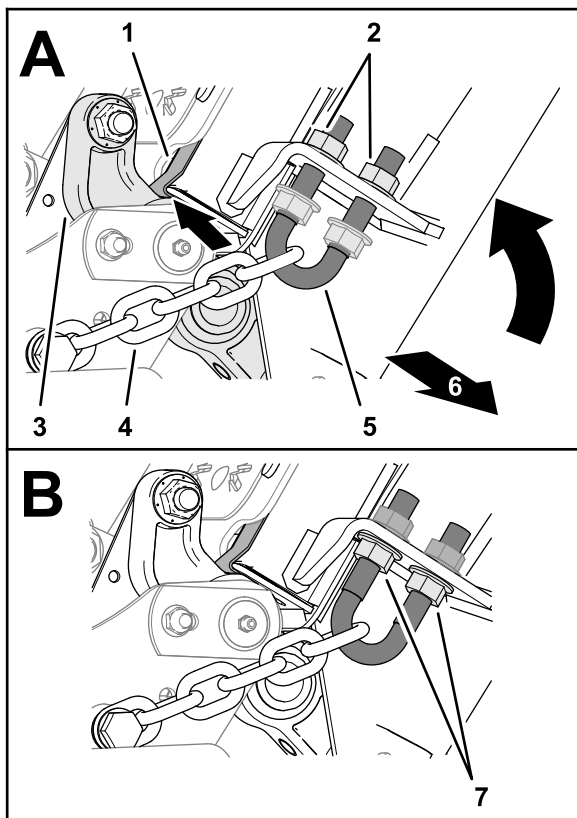

Figura 36
1. Na parte frontal da plataforma, aperte as porcas flangeadas serradas exteriores até que as correntes fiquem tensionadas (Figura 36).
2. Enrosque as porcas flangeadas serradas (Figura 36) e aperte-as com 103 to 127 N·m.